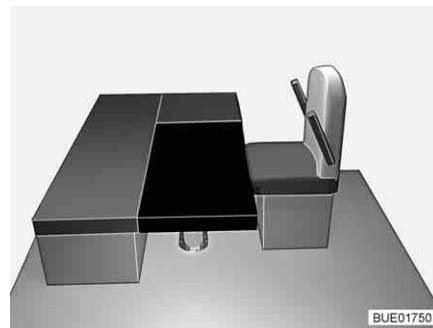

Fig. 116 Después de la transformación
- Colocar el cojín adicional cuadrangular en la mesa (delante de los cojines de asiento del banco, véase Fig. 116).